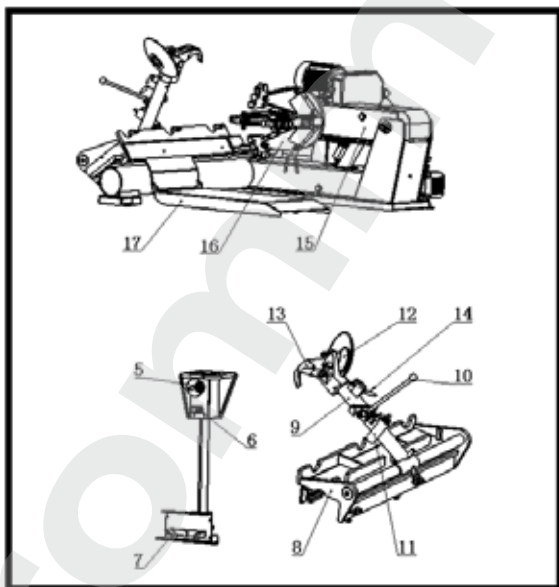

Рис. 6
Все нижеследующие манипуляции можно проводить только с инструментальной консолью (9), находящейся в нерабочем положении (рис. 6).